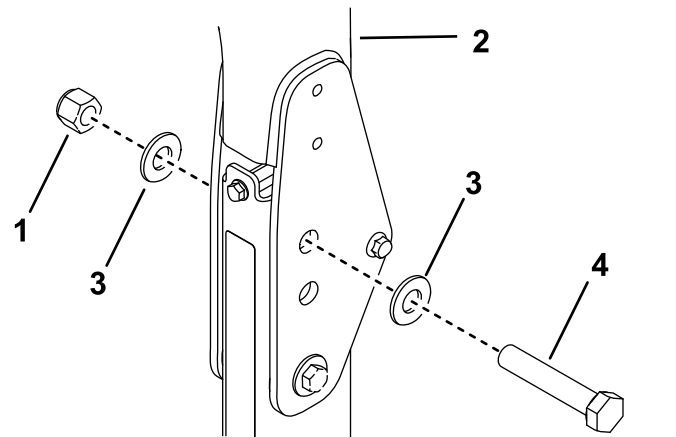

Bild 37
2. Legen Sie eine Scheibe (13/16" x 1½") auf jede Schraube (¾" x 4"), wie in Bild 37 abgebildet.
3. Setzen Sie die Schrauben und Scheiben in die Löcher ein, aus denen Sie die Stifte entfernt haben (Bild 37).
4. Legen Sie eine weitere Scheibe auf jede Schraube und befestigen sie mit der Mutter (¾"), wie in Bild 37 abgebildet.